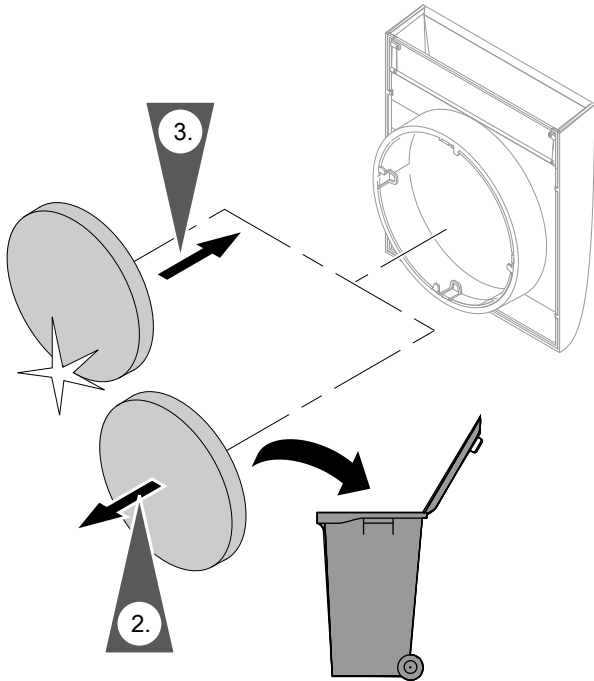

Рис. 4
3. Вставьте новый фильтр согласно рис. 4 в диафрагму внутренней стены.